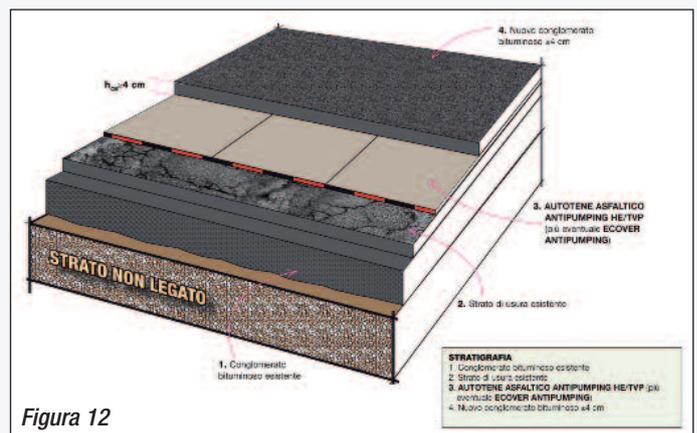

Figura 12
- ◆ rinforzo e impermeabilizzazione di una vecchia pavimentazione stradale mediante applicazione, su superficie esistente fessurata, di geocomposito rinforzato tipo Autotene Asfaltico Antipumping HE/TVP (Figura 12). Qualora la superficie stradale esistente sia in discrete condizioni, tali da non richiedere una rimozione dello strato, e non esistano vincoli di quote per il nuovo piano viabile, il geocomposito può essere posato direttamente sul vecchio piano stradale se lo spessore del conglomerato bituminoso sottostante è di